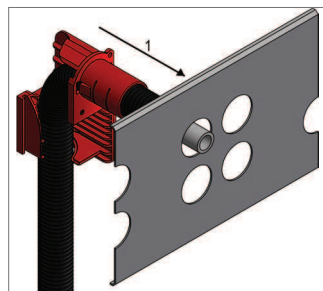

Fig. 5-36
- **Steg 1:** Fäst väggbockfixtur 25 med förböckat rör-i-rör i motsvarande hål och skjut det genom väggbockfixturen (Fig. 5-36).